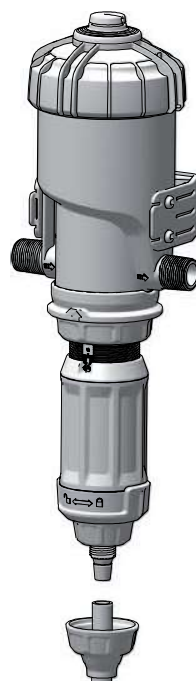

図16
- サクションチューブを引き下げて、サクションバルブヘッドから取り外します(図16)。